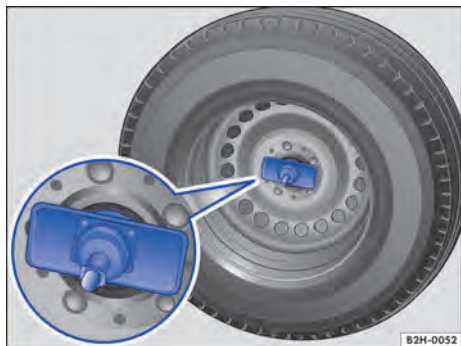

Fig. 162 Colocação correta do suporte do aro no orifício do aro.
- Assegurar-se de que o suporte do aro esteja centralizado no orifício do aro e que não esteja empenado \Rightarrow Fig. 162 \Rightarrow .